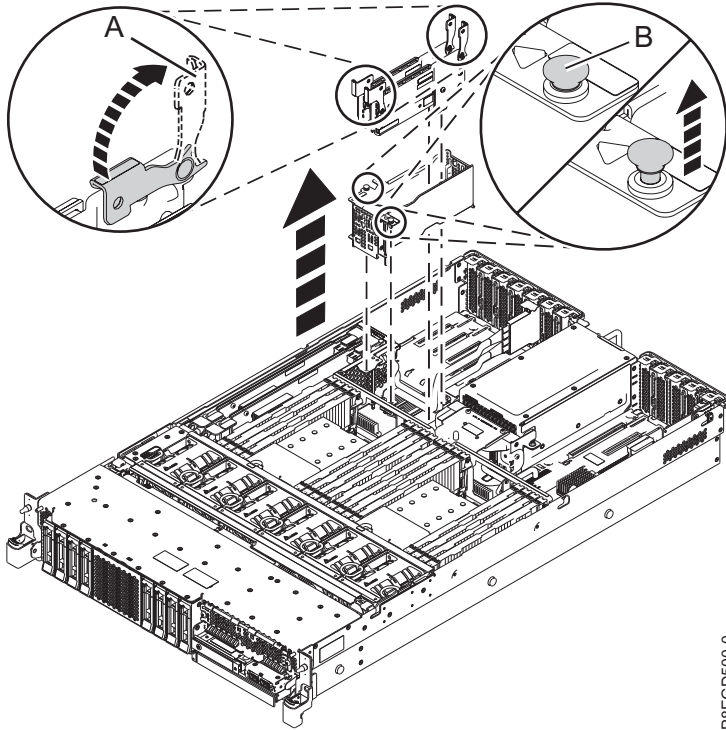

Figura 1. Extracción de la caja y las tarjetas del módulo de energía de reserva
2. Extraiga las dos tarjetas del módulo de energía de reserva. Empuje hacia arriba las asas azules (**A**) en la dirección que se muestra. Consulte Figura 1 en la página 4.
4. Extraiga la caja de la tarjeta del módulo de energía de reserva. Mediante los cierres push-pull (**B**) de la caja en calidad de asas, extraiga la caja girándola hasta que salga de la parte posterior. Consulte Figura 1.